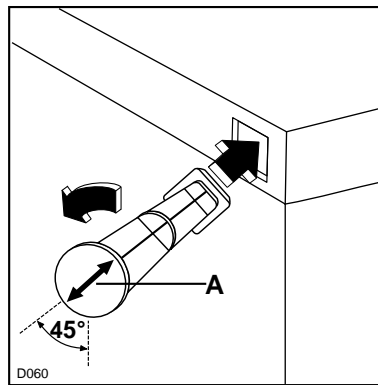

Fig. 2
Introduisez les entretoises dans les trous situés à l'arrière de l'appareil (flèche (A) comme indiqué sur la Fig. 2), puis tournez-les de 45° jusqu'à accrochage (flèche verticale).